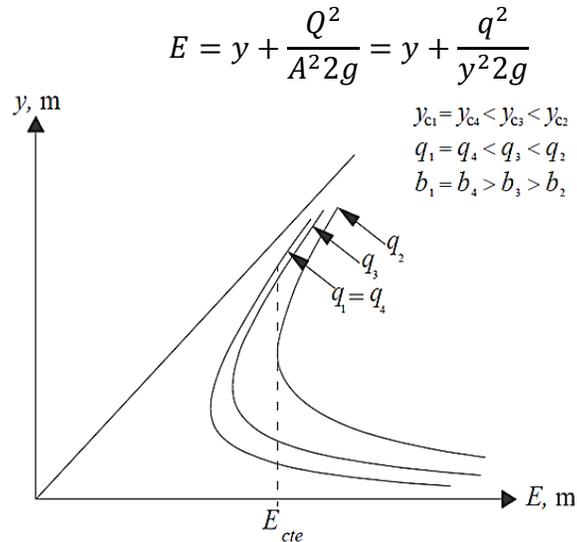

Figura 2. Curvas de energía específica
3. Calcular y dibujar la curva de energía específica, de cada gasto unitario, como se muestra en la figura 2.